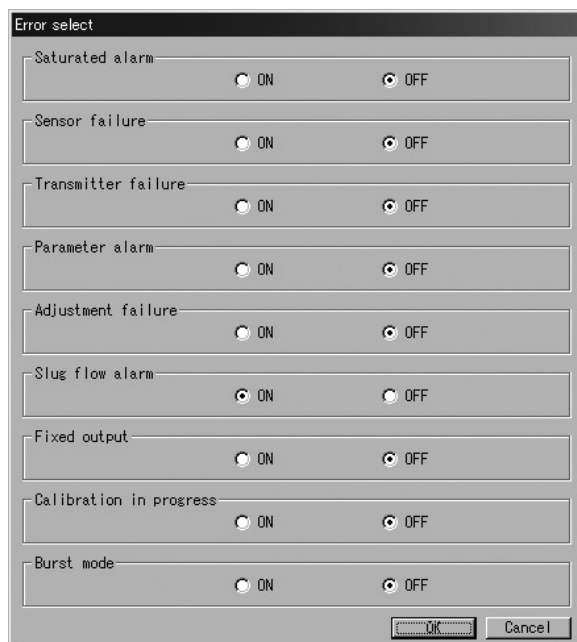

図45
- ⑥ 「OK」をクリックし、入力した設定値が変更されると、図45のようなメッセージボックスが現れますので、「OK」ボタンをクリックすれば設定は終了です。